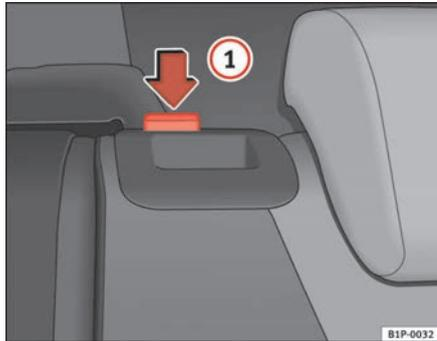

Abb. 94 Rückenlehne hochklappen
- Klappen Sie die Lehne nach hinten und drücken Sie die Lehne fest in die Verriegelung. Die rote Markierung darf nicht sichtbar sein ⇒ Abb. 94.